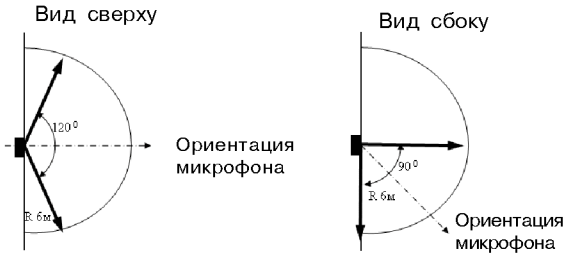

Рис. 1 – Диаграмма зоны обнаружения АК-канала
1. При выборе места установки следует принимать во внимание диаграмму направленности извещателя (рис. 1);